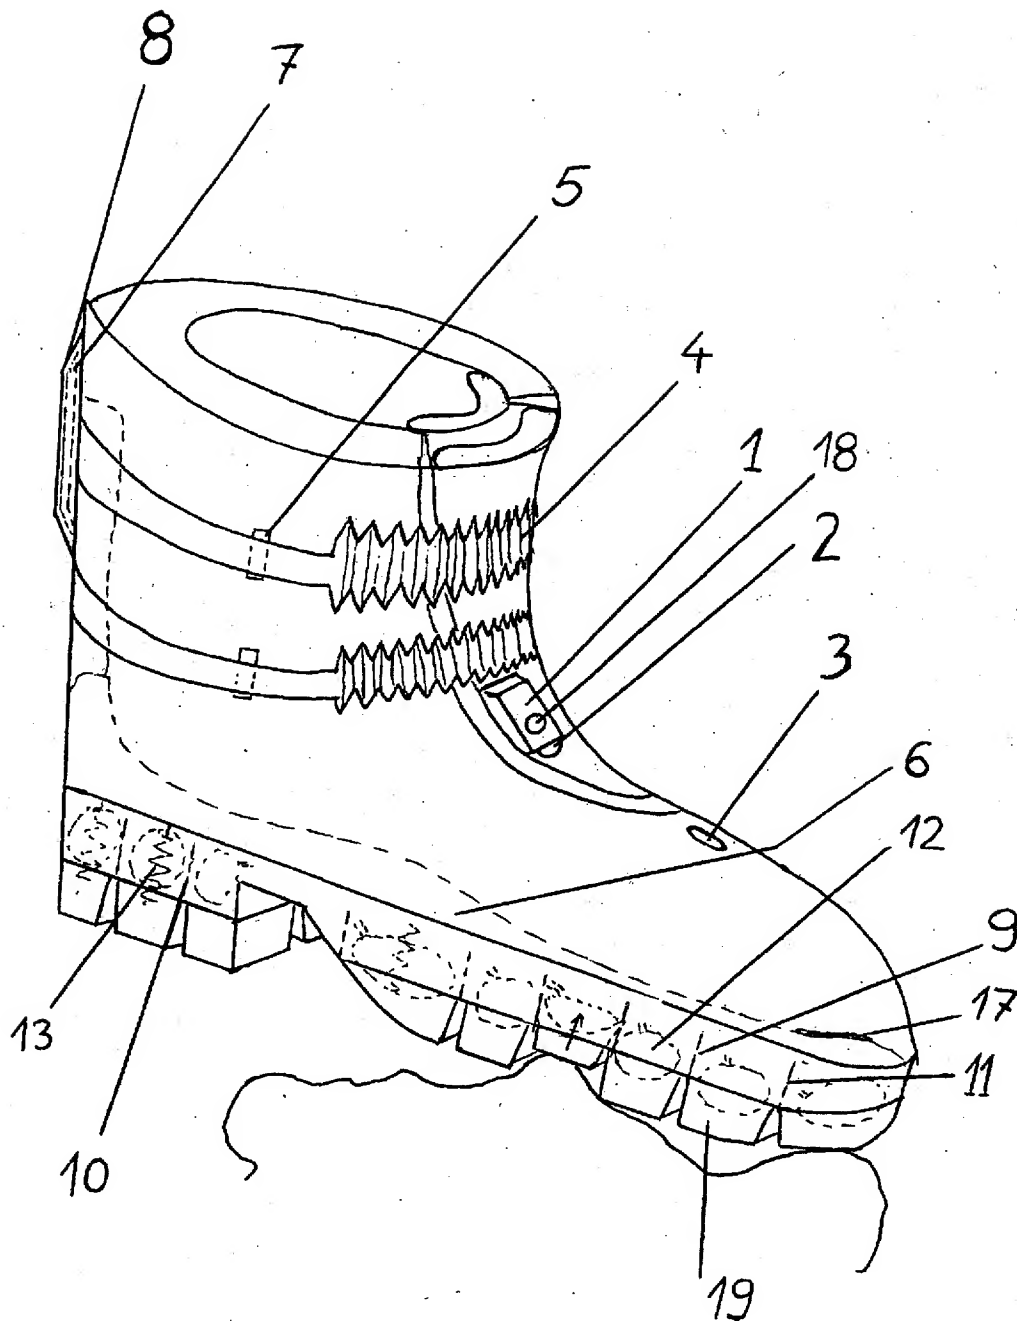

Fig. 1
Fig. 1 das High-Tech-System für die Schuhe,
Der Kern dieses High-Tech-Schuhs ist eine Elektro-Luft-Pumpe 1, die unauffällig in dem Schuh eingebaut ist. Sie wird von einer Steuereinheit 2 gesteuert, welche, dank eines IR-Empfängers 3, auch fernbedienbar ist. Das Verschluss-System (bzw. Schnall-System bei Inlineskates) besteht aus einem (oder mehreren) flachen Schlauch 4, der ähnlich wie eine Zieh-Harmonika (Fig. 1) aussieht und in den Schuh (rund-her-um oder nur stellenweise) eingebaut ist. Die Luft-Pumpe dient dazu, die Luft aus diesem Schlauch abzusaugen, dadurch ein Vakuum zu erzeugen und somit die Länge des Schlauches zu reduzieren. Die Spezial-Magnet-Ventile 5, welche von der Steuereinheit 2 gesteuert werden, schliessen und öffnen die Luftwege, je nach Bedarf bzw. nach den Signalen der IR-Fernbedienung. Dieselbe Pumpe pumpt die Luft in die Luftkissen 6, wodurch der Schuh rundum gut gepolstert wird. Der Luftdruck, der in dem
Die Fig. 1 und 4 zeigen eine sehr interessante Variante. Hier schliesst sich das High-Tech-Luftdruck-Verschluss-System automatisch einige Sekunden, nachdem man den Fuss in die Schuhe gesteckt hat. Das geht über den Drucksensor 17, der am vorderen Teil nach innen eingebaut ist. Dieser Drucksensor wird erst erreicht, wenn der Fuss ganz in den Schuh gesteckt ist. Es kann auch eine andere Variante von Sensoren oder Schaltern verwendet werden, welche die Aufgabe haben, festzustellen, ob der Schuh angezogen ist oder nicht. Das Aufmachen des Verschlusses erfolgt durch einen Schalter 18 (z.B. Druckschalter, Berührungs-Sensor o.ä.), der aussen auf dem Schuh angebracht ist. Die Verzögerung des automatischen Schliessvorgangs wird durch die Steuereinheit 2 (Steuerkomponente) erreicht. Eine programmierbare Steuereinheit kann die Polster-Kissen automatisch steuern.
11. Schuh, vor allem für Sport, nach Anspruch 10, dadurch gekennzeichnet, dass die Luft-Kissen, einzeln, gesteuert von einer Steuereinheit und mit Hilfe von Elektroventilen (Magnet-Ventilen), aufgeblasen werden können, je nachdem, wie man es wünscht (Fig. 1 und 4).